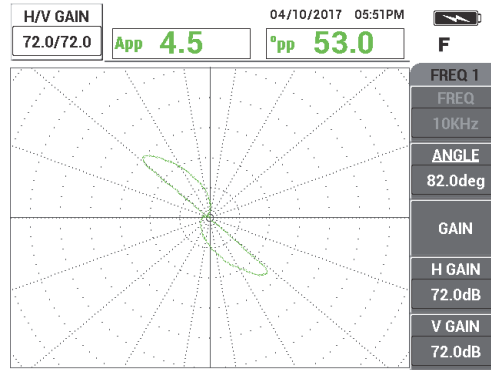

Figura 5-161 Ajuste do ganho da frequência 1
4. Pressione a tecla **GAIN (dB)** e, em seguida, aumente o ganho da frequência 1 até o sinal da abertura atingir cerca de 6 divisões verticais de altura (veja Figura 5-161 na página 246).